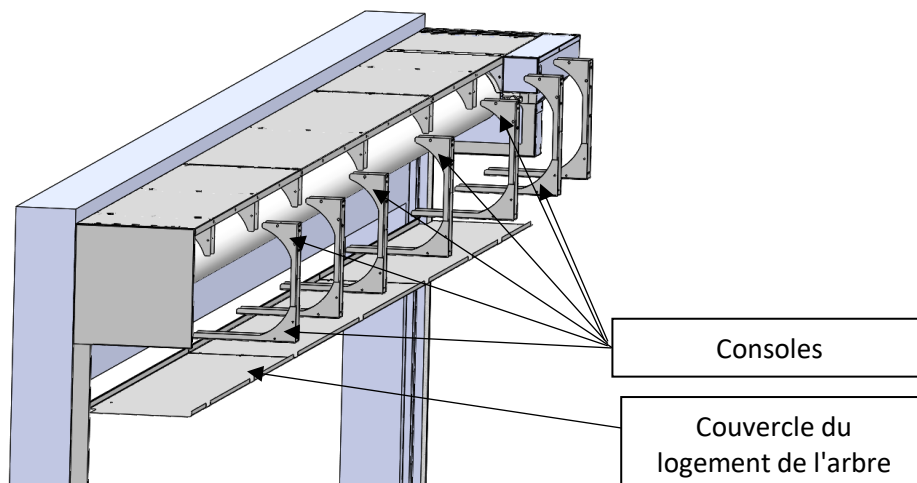

Fig. 11
- Tout d'abord, retirez le couvercle inférieur du coffre ainsi que l'avant et le bas des supports (voir figure 11).